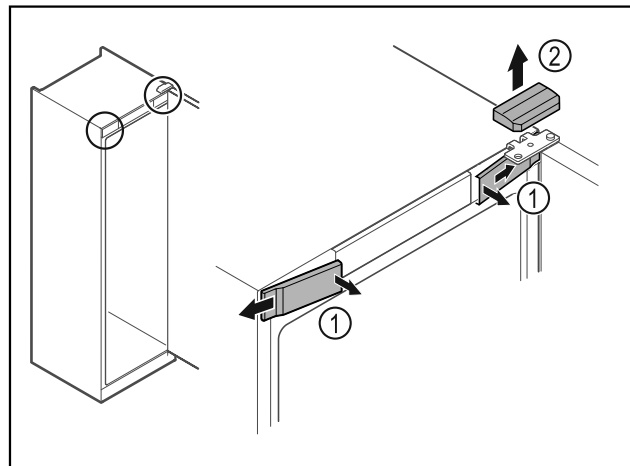

Fig. 8*
- Nxirrni nga foleja kapakët mbulues të përparmë Fig. 8 (1) në pjesën e brendshme dhe hiqini nga anash.*
- Hiqni kapakun mbulues të sipërm Fig. 8 (2) duke e ngritur lart.*